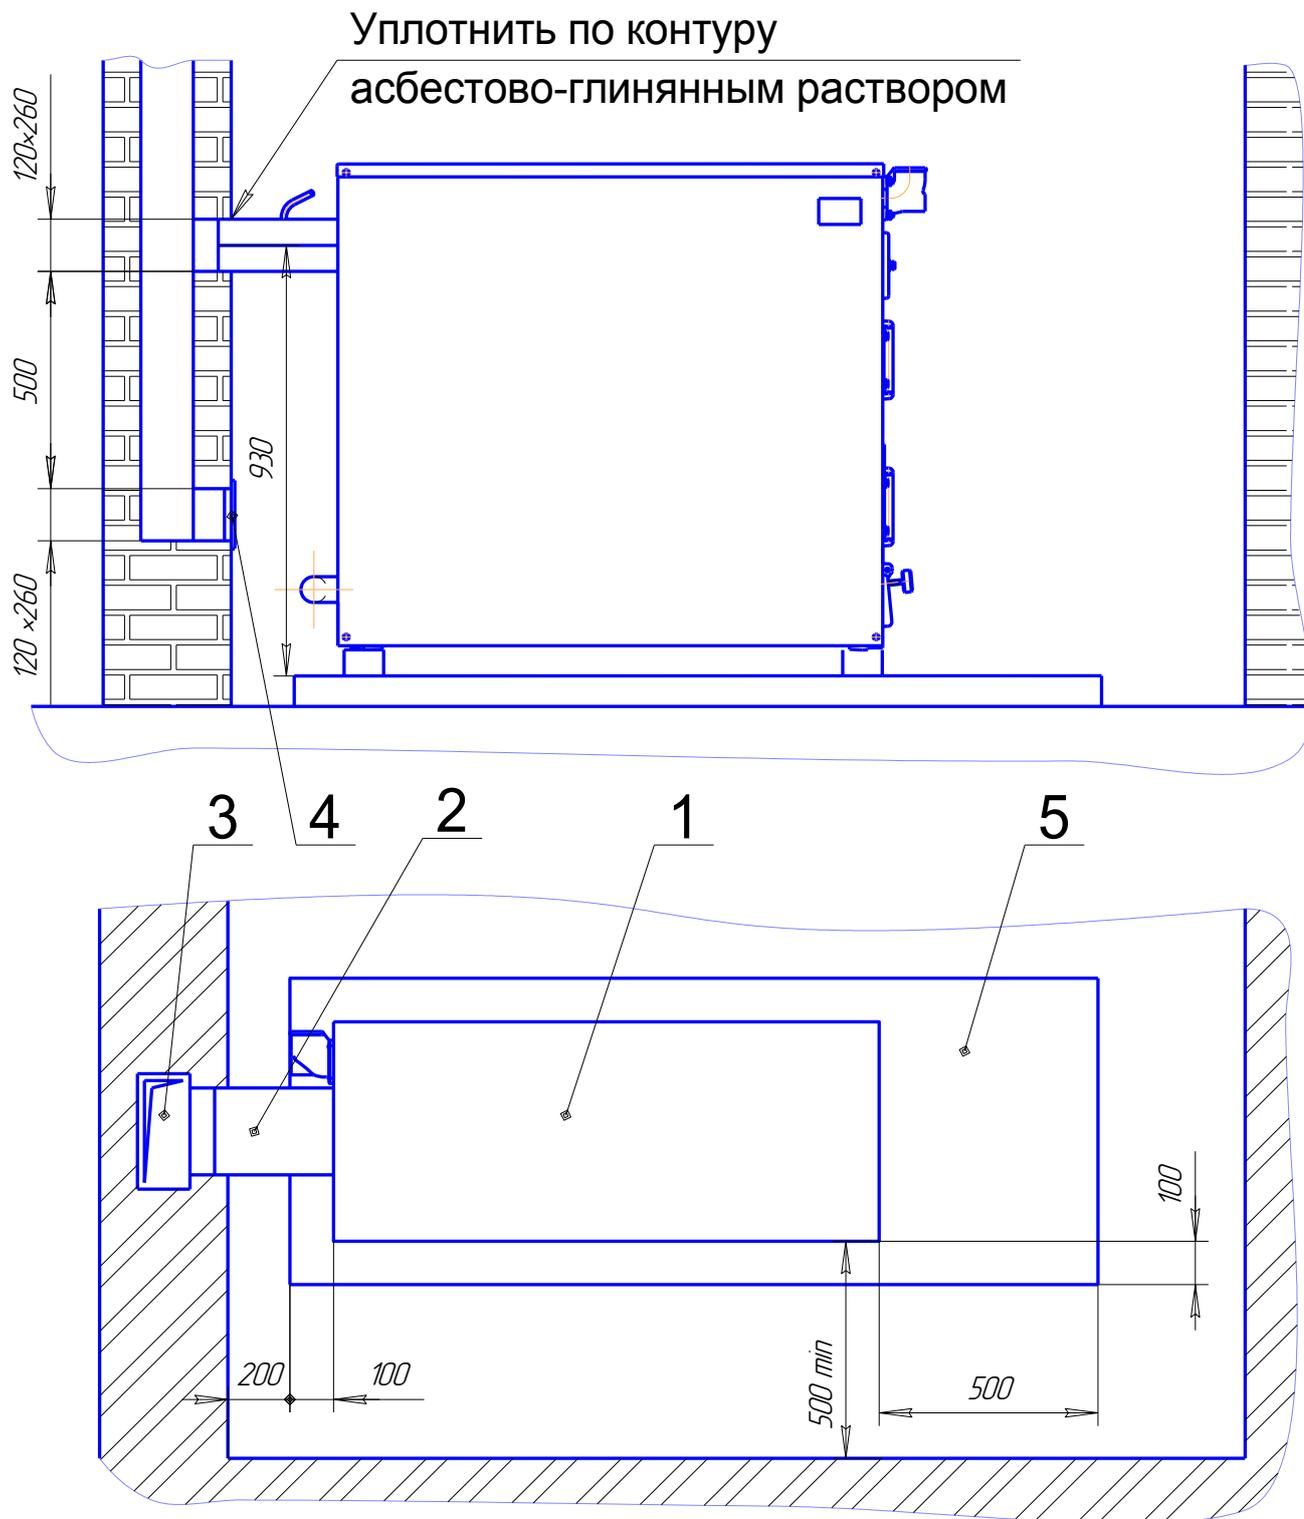

Рис. 3 Рекомендуемая схема установки котла
6.2 Размеры для установки котла следует выбирать, руководствуясь схемой рис. 3, где указано и соединение котла с дымовой трубой.
6.3 Котел необходимо устанавливать на две подставки высотой 60...80 мм. (см. рис. 3). Материал подставки – кирпич, бетон и т.д.
6.4 Соединение котла с дымовой трубой осуществляется с помощью газоотвода (поз. 2 рис. 3)